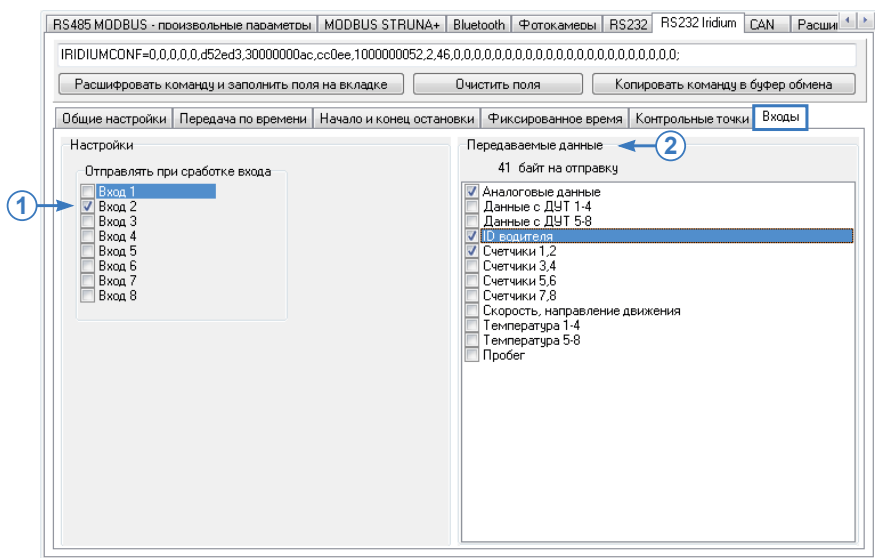

Рис.9. Настройка передачи данных по срабатыванию цифровых входов.
- Далее для настройки передачи данных по срабатыванию этого входа необходимо перейти на вкладку «RS232 Iridium», на подвкладку «Входы» и в списке «Отправлять при сработке входа» выбрать «Вход 2» (Рис.9, п.1).
- Затем необходимо выбрать дополнительные типы данных, которые будут включены в сообщения по срабатыванию входа 2 (Рис.9, п.1). При выборе данных сверху списка отображается длина передаваемого сообщения. Данные о местоположении и времени включены в сообщение всегда.